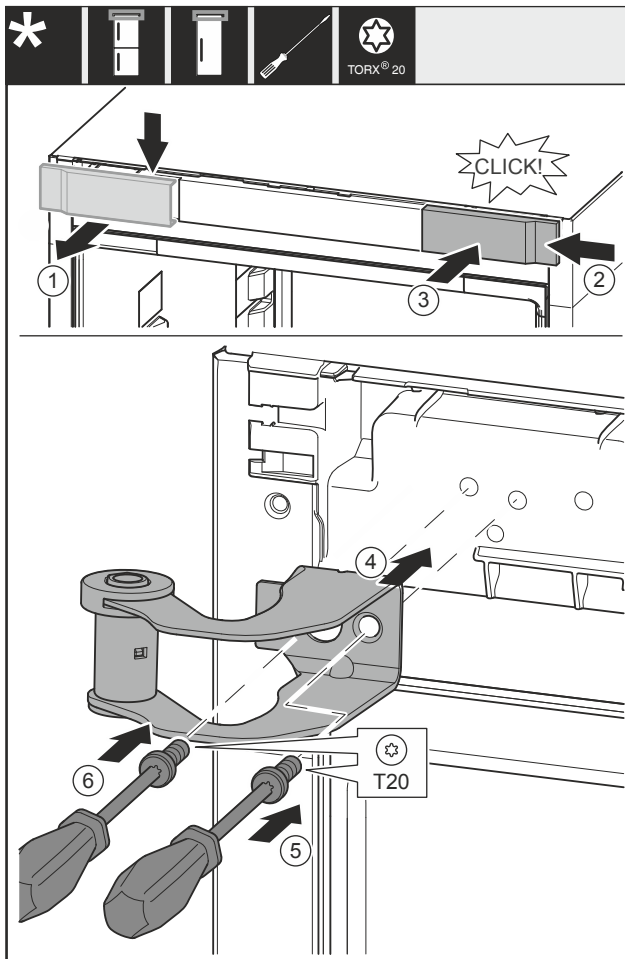

Fig. 11
- Võtke kate Fig. 11 (1) ülaltpoolt ettepoole ära.
- Haakige kate Fig. 11 (2) 180° pööratult teisel küljel paremalt külge.
- Fikseerige kate Fig. 11 (3).
- Pange ülemine laagripukk Fig. 11 (4) kohale.
- Keerake kruvi Fig. 11 (5) kinni.
- Keerake kruvi Fig. 11 (6) kinni.